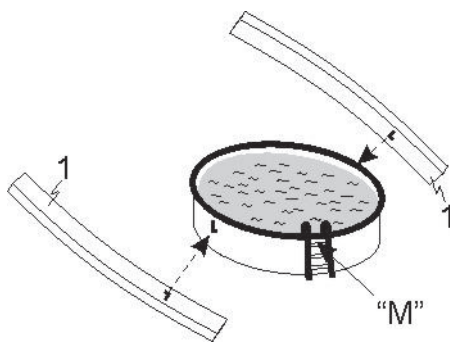

Abb. 1.1
### Schritt 1: Markierungen am Schwimmbaden (Abb. 1.1 und 1.2)
Als nächstes werden laut Tabelle die Abstände „L“ für die beide „C“ Profile (1) in beiden Richtungen vom Ausgangspunkt >M< abgemessen (Abb. 1.1). Bei **ovalen** Becken befinden sich die „L“ Punkte genau in der Mitte beider Rundungen.
**Das kürzere Ende gemessen vom „L“ liegt näher der Einstiegsleiter (Abb. 1.1).**